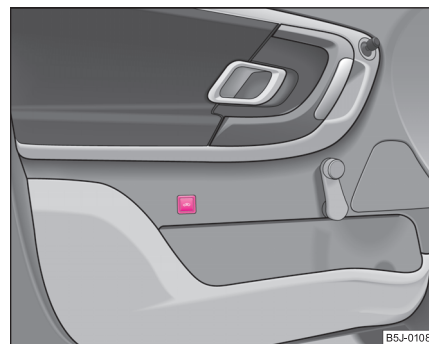

Fig. 28 Tasta instalației de supraveghere interioară
- Apăsați tasta  din ușa conducătorului ⇒ pagina 51, fig. 28.